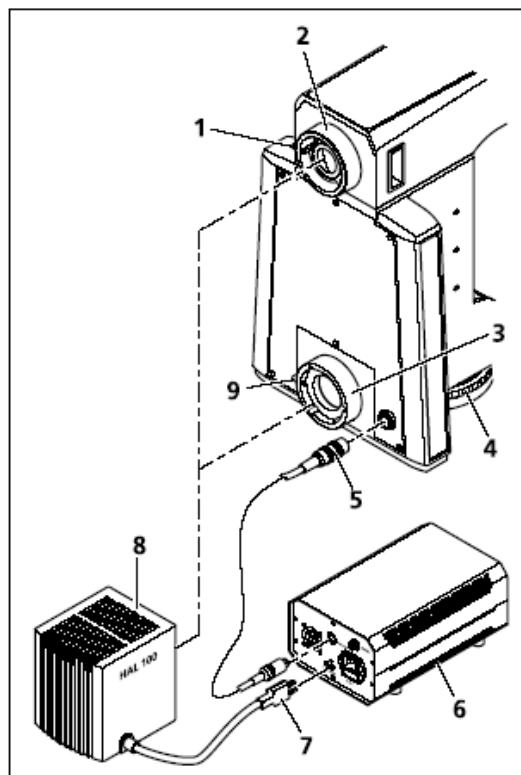
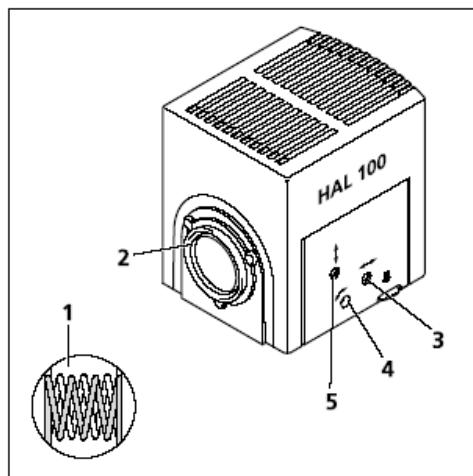

图 3-23 安装 HAL 100 卤素灯
图 3-24 调节 HAL 100 卤素灯
- 将灯箱的燕尾环与显微镜的接头（图 3-23/2 和图 3-23/3）接到一起，将卤素灯（图 3-23/8）插进去。用圆头螺丝刀 SW3 拧紧加固螺丝（图 3-23/1 或图 3-2/9），从而固定卤素灯。
- 将灯箱的电源插头（图 3-23/7）插到外部电源的后面（图 3-23/6）。
将 HAL 100 灯箱插到可使用 HAL100 照明的下部主机体时，有必要多使用一个控制线（图 3-23/5），用于控制光的强度（参见 3.2.2 章）。HAL 100 的光强度可以通过控制轮（图 3-23/4）调节。
- 松开紧固螺丝（图 3-23/1 或图 3-23/7）后，将预备使用的卤素灯（图 3-24/2）从显微镜主机体上取下。
- 圆头螺丝刀 SW3 调节调节螺丝（图 3-24/3），使墙面上灯丝的两个图像尽可能的细。
- 调节调节螺丝（图 3-24/4 和 5），使的灯丝的镜象和灯丝的影像交叉重叠（图 3-24/1）。
- 取下目镜，用螺丝刀调节螺丝（图 3-24/4 和 5）调中灯丝及其镜象。
- 用螺丝刀调节螺丝（图 3-24/3）使观察筒中的图像的平均照明最佳化。